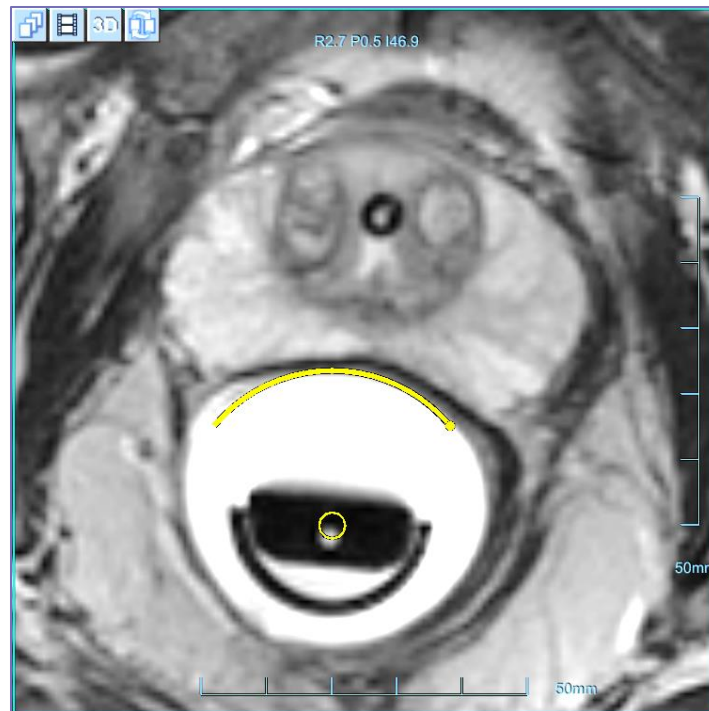

Abbildung 6-6: Ballonränder (gelber Bogen)
1. Drücken Sie diese Schaltfläche, um den Algorithmus zur automatischen Erkennung von **Ballonrändern** auf den Baseline-Anatomie-Bildern auszuführen (siehe Abbildung 6-6).